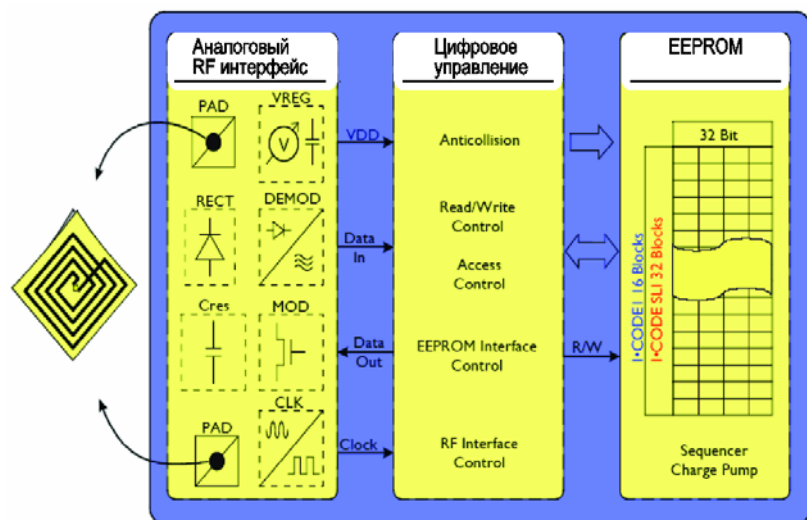

рис. 10
Внутренняя организация чипа показана на рис. 10. Он имеет уникальный серийный номер 64 бит и 512 бит EEPROM, имеет функции защиты от записи в память, использует свой собственный алгоритм антиколлизии. Дальность взаимодействия до 1,5 м. Срок хранения данных до 10 лет, количество циклов стирания/перезаписи 10000. Беспроводный интерфейс использует 10% амплитудно-импульсную модуляцию и передает данные от метки к ридеру в манчестерском коде. Память имеет блочную структуру: 16 блоков по 32 бита. Скорость передачи данных до 26,5 кбит/с.
**I-CODE SLI** - полностью поддерживает ISO 15693. Имеет 64-битный уникальный серийный номер, память EEPROM составляет 1024 бит. Организация памяти блочная: 32 блока по 32 бита (рис. 10). Имеет алгоритм антиколлизии, полностью соответствующий ISO 15693. Дальность взаимодействия со считывающим устройством до 1,5 м. Скорость передачи данных до 53 кбит/с. Обрабатывает до 60 меток в секунду.